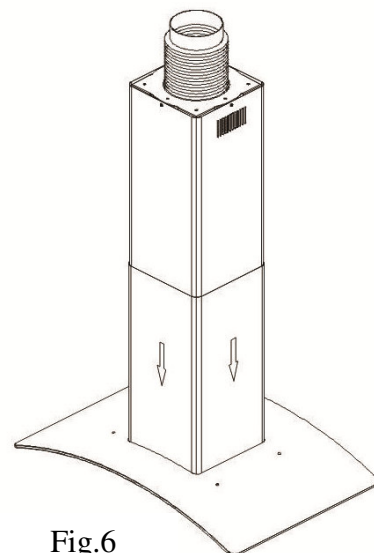

Fig.6
3.6 Retire el gancho y mueva la chimenea exterior hacia abajo hasta tocar en el cuerpo del Exhaustor. Preste atención, para no dañar el vidrio. Vea a fig.6.